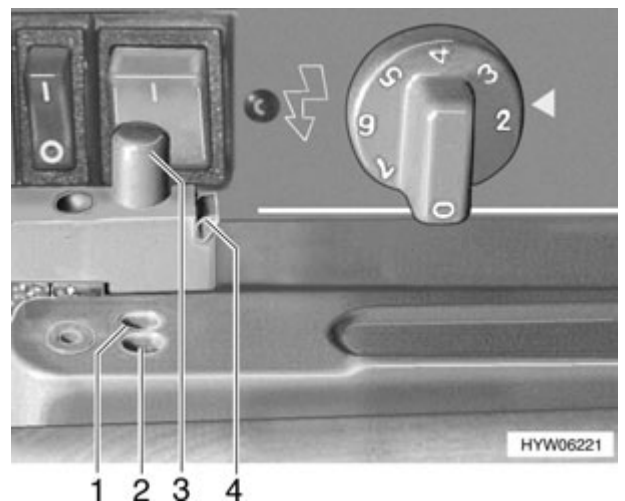

Fig. 122 Bloqueo de la puerta del frigorífico (variante1)
- Soltar el pestillo ejerciendo lateralmente presión sobre la cuña verde (Fig. 122,4) de retención. El perno de cierre (Fig. 122,3) salta hacia fuera.
- Empujar el perno de cierre (Fig. 122,3) hacia dentro de manera que quede enclavado en la posición exterior de trinquete (Fig. 122,2).
- Empujar el perno de cierre (Fig. 122,3) hacia dentro de manera que quede enclavado en la posición interior de trinquete (Fig. 122,1). De este modo, la puerta del frigorífico quedará ligeramente abierta.